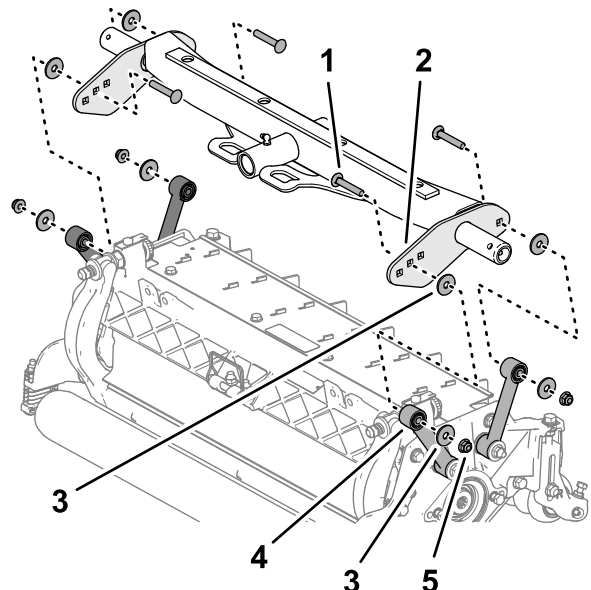

Figura 18
2. Allineate una rondella tra la piastra portante e il giunto (Figura 18) e assemblate senza serrare le piastre e il distanziale con un bullone a testa tonda ($\frac{3}{8}$ " x $2\frac{1}{4}$ "), una rondella e un dado di bloccaggio flangiato ($\frac{3}{8}$ ").